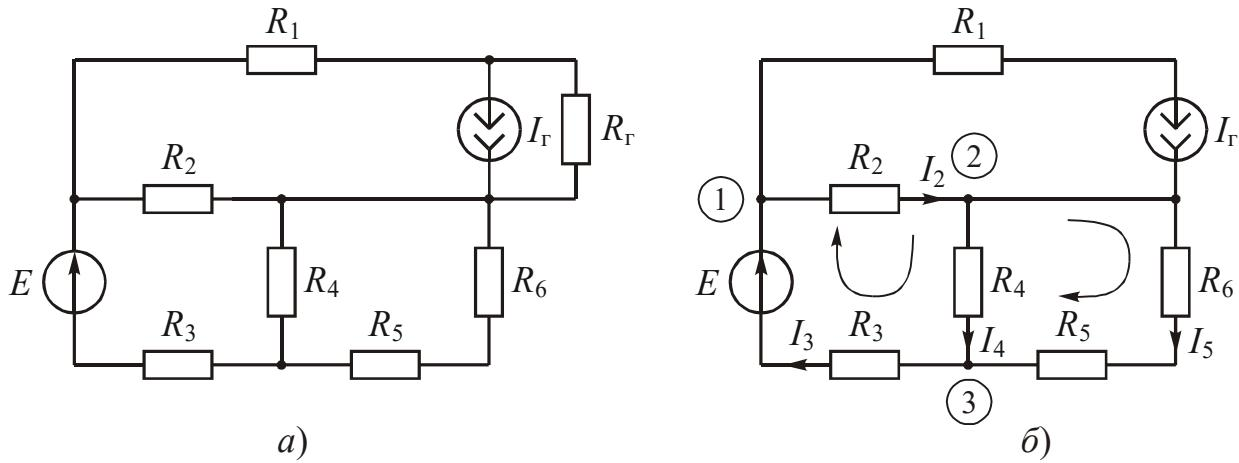
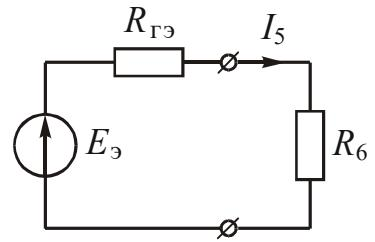
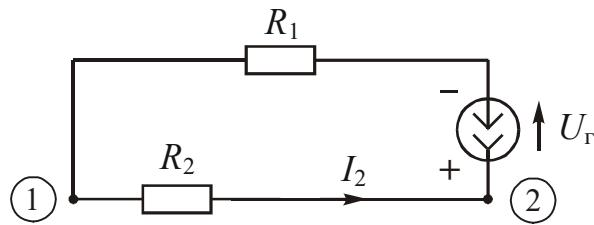

Рис. 3.2
Рис. 3.4
Рис. 3.6
На рис. 3.2, а приведена схема цепи. Значения ее элементов: $E = 10 \text{ В}$, $I_r = 2 \text{ А}$, $R_1 = 1 \Omega$, $R_2 = 2 \Omega$, $R_3 = 3 \Omega$, $R_4 = 4 \Omega$, $R_5 = 5 \Omega$, $R_6 = 6 \Omega$, $R_r = 100 \text{ кОм}$, $R_x = R_6$.
Внутреннее сопротивление источника тока $R_r = 100 \text{ кОм}$ много больше остальных сопротивлений схемы, поэтому оно практически не будет влиять на распределение токов в цепи и им можно пренебречь. Тогда предложенная схема может быть заменена эквивалентной (рис. 3.2, б), более удобной для расчетов.
1.1. Указываем направление токов в схеме на рис. 3.2, б.
1.4 Выбираем $N = 2$ контура в схеме на рис. 3.2, б и направления их обхода для составления уравнений. Учитываем, что в контур нельзя включать ветвь с источником тока, если неизвестно напряжение на его зажимах.
2.1. Заземляем узел 2 в схеме (рис. 3.2, б), т. к. к нему подходит 4 ветви.
где $1/(R_1 + \infty)$ означает, что в ветви с сопротивлением R_1 включен источник тока с внутренним сопротивлением $R_\Gamma = \infty$ (рис. 3.2, б).
3.1. Принимаем за основу токи, указанные на рис. 3.2, б, следовательно рассчитываем ток I_5 .
Решить эту задачу удобно с помощью метода эквивалентного генератора. Если всю часть схемы относительно точек подключения сопротивления $R_x = R_6$ (рис. 3.2, б) заменить эквивалентным генератором напряжения, то получим схему, показанную на рис. 3.4. В этой схеме максимальная мощность в сопротивлении R_6 будет выделяться тогда, когда его значение будет равно R_{Γ_Θ} – внутреннему сопротивлению эквивалентного генератора напряжения, имеющему ЭДС E_Θ . Следовательно, решение задачи будет сводиться к расчету E_Θ и R_{Γ_Θ} .
На схеме холостого хода указываются токи и направление напряжения U_{xx} . Обычно направление U_{xx} совпадает с направлением тока I_5 в схеме на рис. 3.2, б. Для расчета U_{xx} удобно записать уравнение по закону Кирхгофа: $U_{xx} - R_4 I_4 = 0$, а ток I_4 найти любым известным методом. Например, с помощью уравнений по законам Кирхгофа: $I_\Gamma = I_2 + I_4$; $(R_4 + R_3)I_4 - R_2 I_2 = E$. В результате находим, что $U_{xx} = 6,22$ В. Следовательно $E_\Theta = 6,22$ В.
Максимальная мощность в R_6 в схеме (рис. 3.2, б) будет выделяться тогда, когда $R_6 = R_{\Gamma_3}$ будет равно 5,22 Ом. Величина этой мощности может быть определена из соотношения, составленного для схемы, изображенной на рис. 3.4:
Исходя из сказанного, баланс мощностей для схемы на рис. 3.2, б определяется выражением
где U_{Γ} – напряжение на зажимах источника тока. Напряжение U_{Γ} легко найти, если из схемы на рис. 3.2, б выделить контур с элементами $R_1 - R_2 - I_{\Gamma}$ (рис. 3.6) и составить для него уравнение